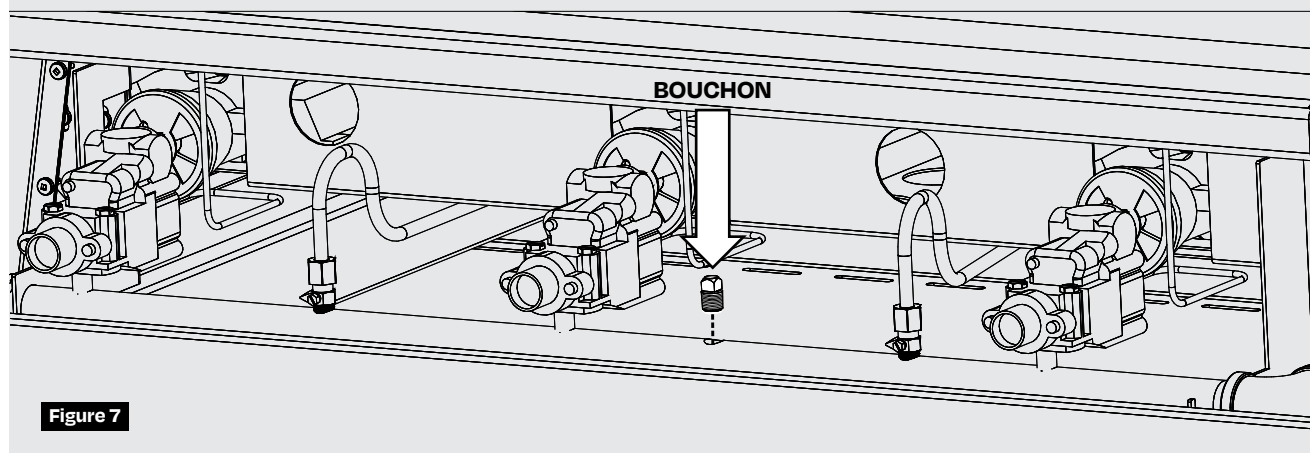

Figure 7
2. Dévisser le bouchon sur le collecteur de gaz et visser le manomètre. **(Figure 7)**